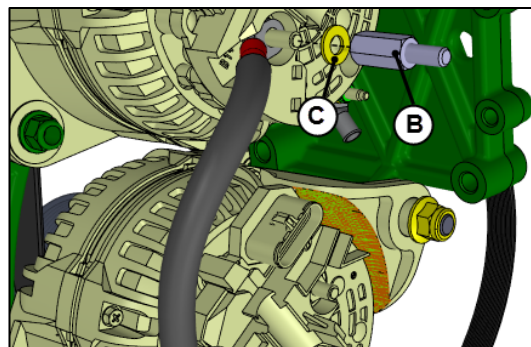

FIGURE 8
10. Retirer le vieux goujon **B** (FIGURE 8).
12. Installer le nouveau goujon **B**. Assurez-vous que la borne du cavalier et la rondelle plate **C** sont bien place (FIGURE 8).